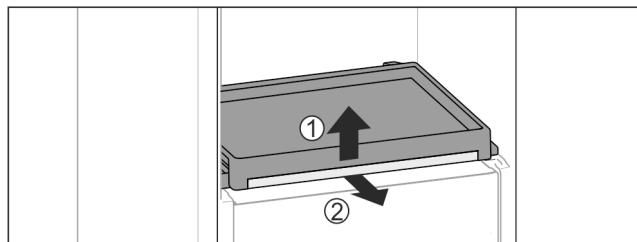

Fig. 95
- ▶ Выньте выдвижную панель со стеклянной панелью: Слегка приподнимите спереди стеклянную полку Fig. 95 (1) и потяните вперед Fig. 95 (2).